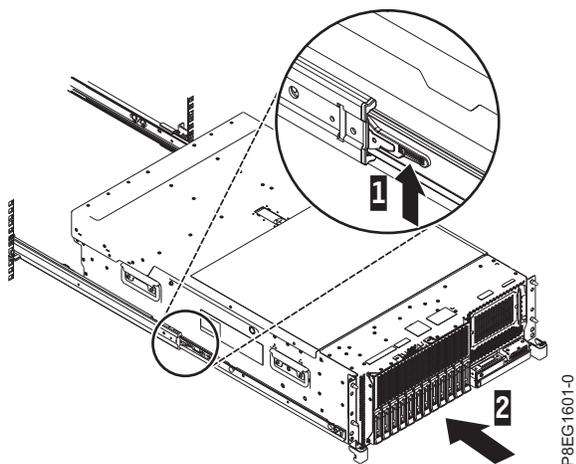

図8. リリース・ラッチとサーバー
3. スライド・レールにある青色のリリース・ラッチ (1) を引き上げ、サーバー (2) を所定の位置に収まるまでラックの中に押し込みます。詳しくは、図8を参照してください。